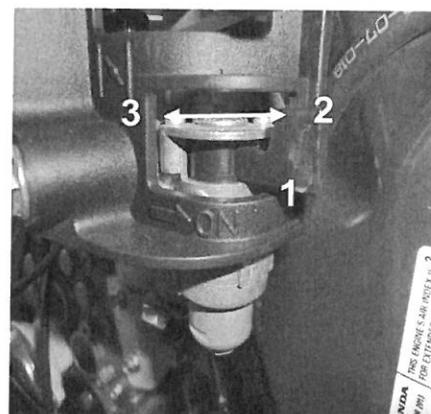

Figure 4
Le robinet de carburant (1, Figure 4) doit rester fermé lorsque la machine n'est pas utilisée. Poussez le levier vers 2 pour ouvrir le robinet de carburant et poussez vers 3 pour fermer le robinet.
- Tournez le robinet de carburant sur "ON" (Figure 4).
- Fermez le robinet de carburant (Figure 4)